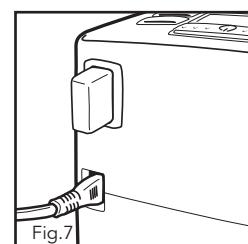

Fig.7
9. Una vez que el SmartStick™ esté insertado correctamente, asegure la tapa del SmartStick™ sobre el SmartStick™. Si el SmartStick™ no está siendo utilizado, la tapa debe colocarse de forma segura en su lugar (Fig.7).